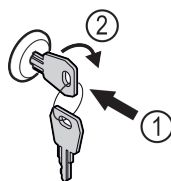

Fig. 171
► Įspauskite raktą. Fig. 171 (1)
► Pasukite raktą 90° pagal laikrodžio rodyklę. Fig. 171 (2)